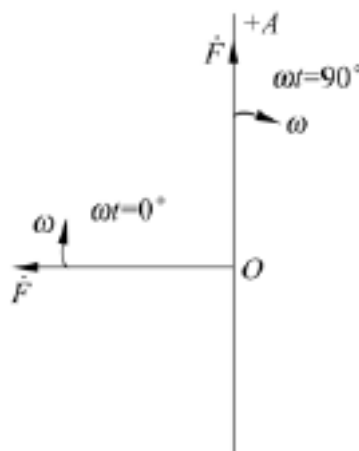

图 6.10
(2) $t = 0^\circ, 90^\circ$ 两瞬间磁通势矢量图见图 6.10。